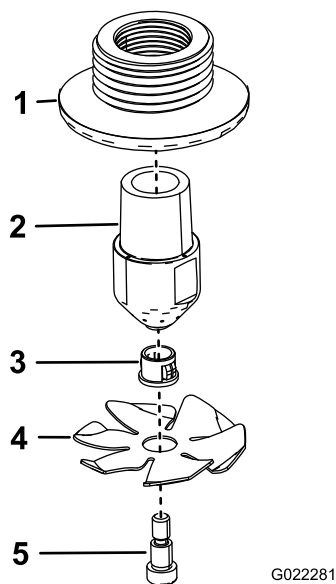

Рисунок 4
- Установите 2 промывочных сопла, как показано на Рисунок 4.